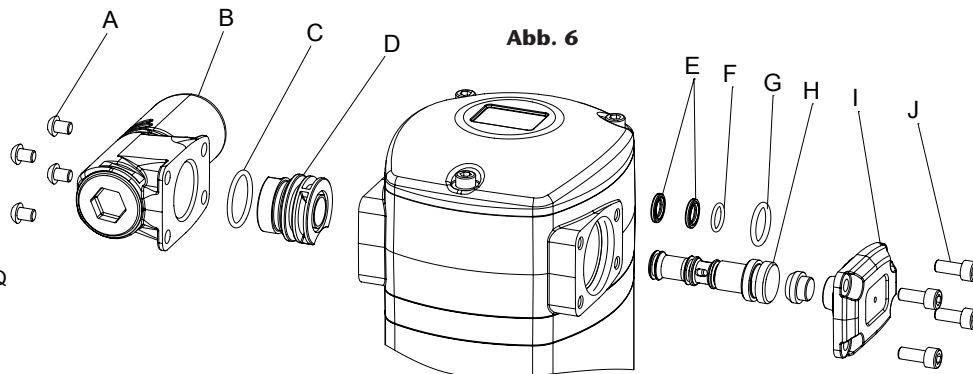

Abb. 6
LUFTVERTEILER (ABB. 6)
3. Klopfen Sie den Schieber (H) mit einem Kunststoffwerkzeug vorsichtig auf der Seite des kleinsten Durchmessers durch den Motor (Abb. 6) und entfernen Sie den Schieber (H).
4. Ersetzen Sie die Schieberdichtungen 2x(E), (F) und (G), oder ersetzen Sie den kompletten Schieber (H) mit den werkseitig installierten Dichtungen (Abschnitt AUSTAUSCHKITS). Dies ist die empfohlene Option, um sicherzustellen, dass die Dichtungen korrekt installiert sind.